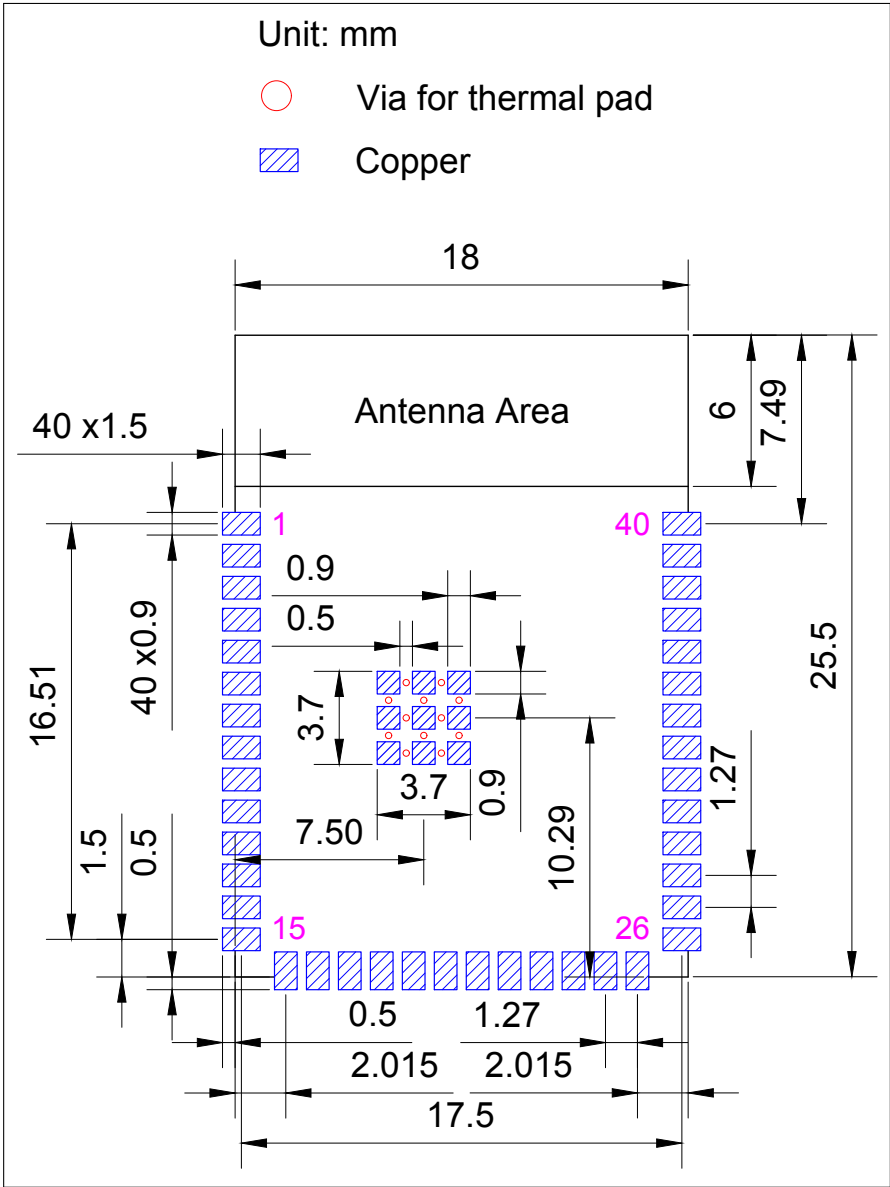
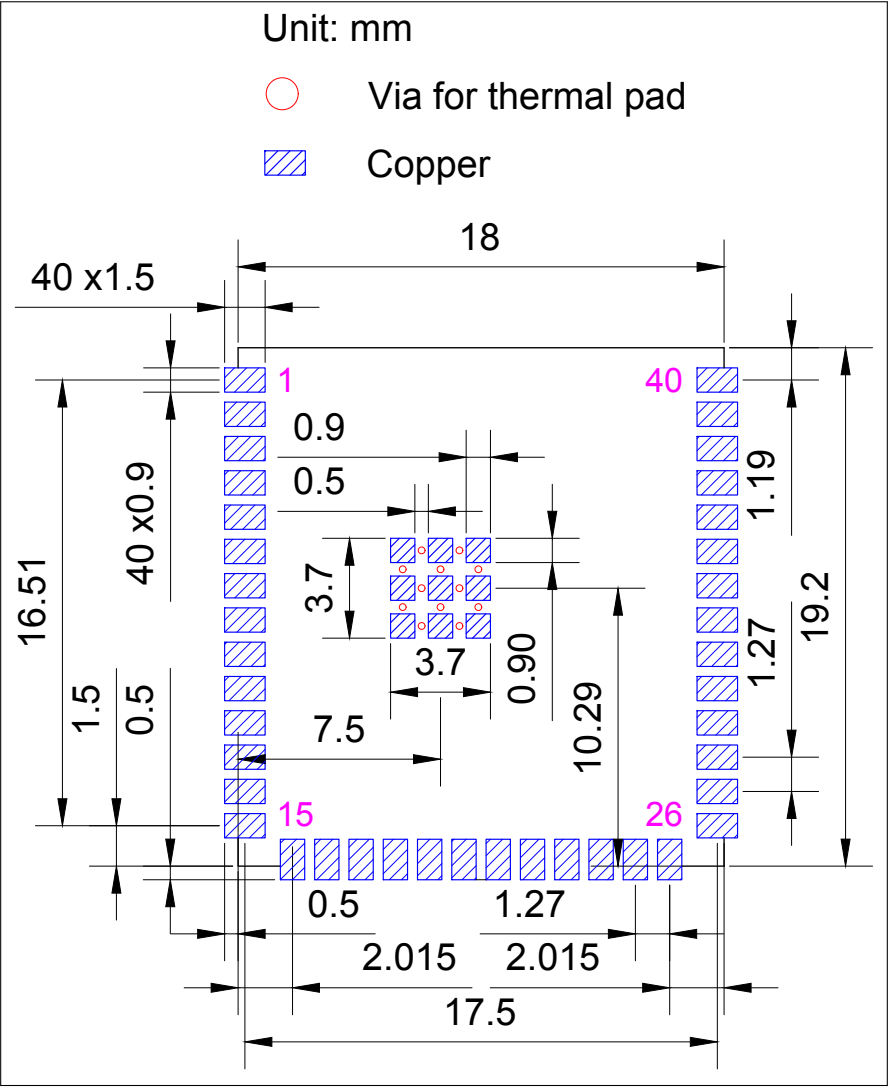

图 10: ESP32-S3-WROOM-1 推荐 PCB 封装图
图 11: ESP32-S3-WROOM-1U 推荐 PCB 封装图
- 推荐 PCB 封装图，标有 PCB 设计所需的全部尺寸。详见图 10 *ESP32-S3-WROOM-1 推荐 PCB 封装图* 和图 11 *ESP32-S3-WROOM-1U 推荐 PCB 封装图*。
- 推荐 PCB 封装图的源文件，用于测量图 10 和 11 中未标注的尺寸。您可用 Autodesk Viewer 查看 ESP32-S3-WROOM-1 和 ESP32-S3-WROOM-1U 的封装图源文件。